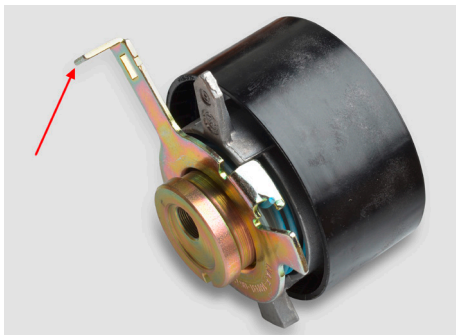
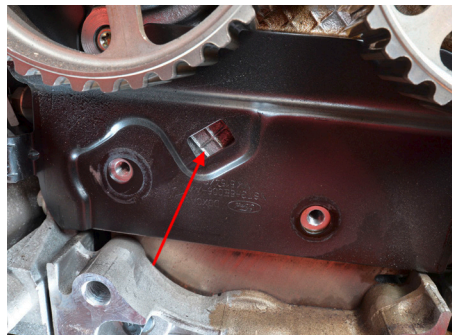

Fig. 8
Fig. 9
2. Monter des composants neufs. Veiller à ce qu'au niveau du galet tendeur, l'étrier de fixation (Figure 8) soit correctement positionné dans l'évidement du capotage métallique (Figures 9, 10, 11).